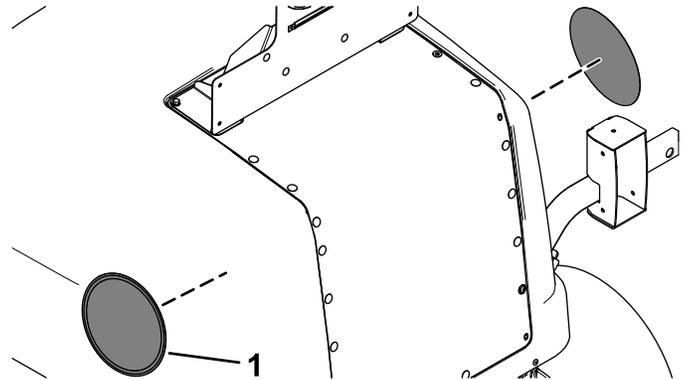

Figura 27
15. Aplique las pegatinas de limitación de velocidad en cada lado del capó (Figura 27).